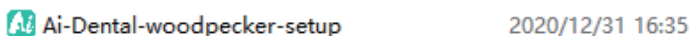

Figura 2
a) Haga doble clic en el Instalador, como se muestra en la figura 2: